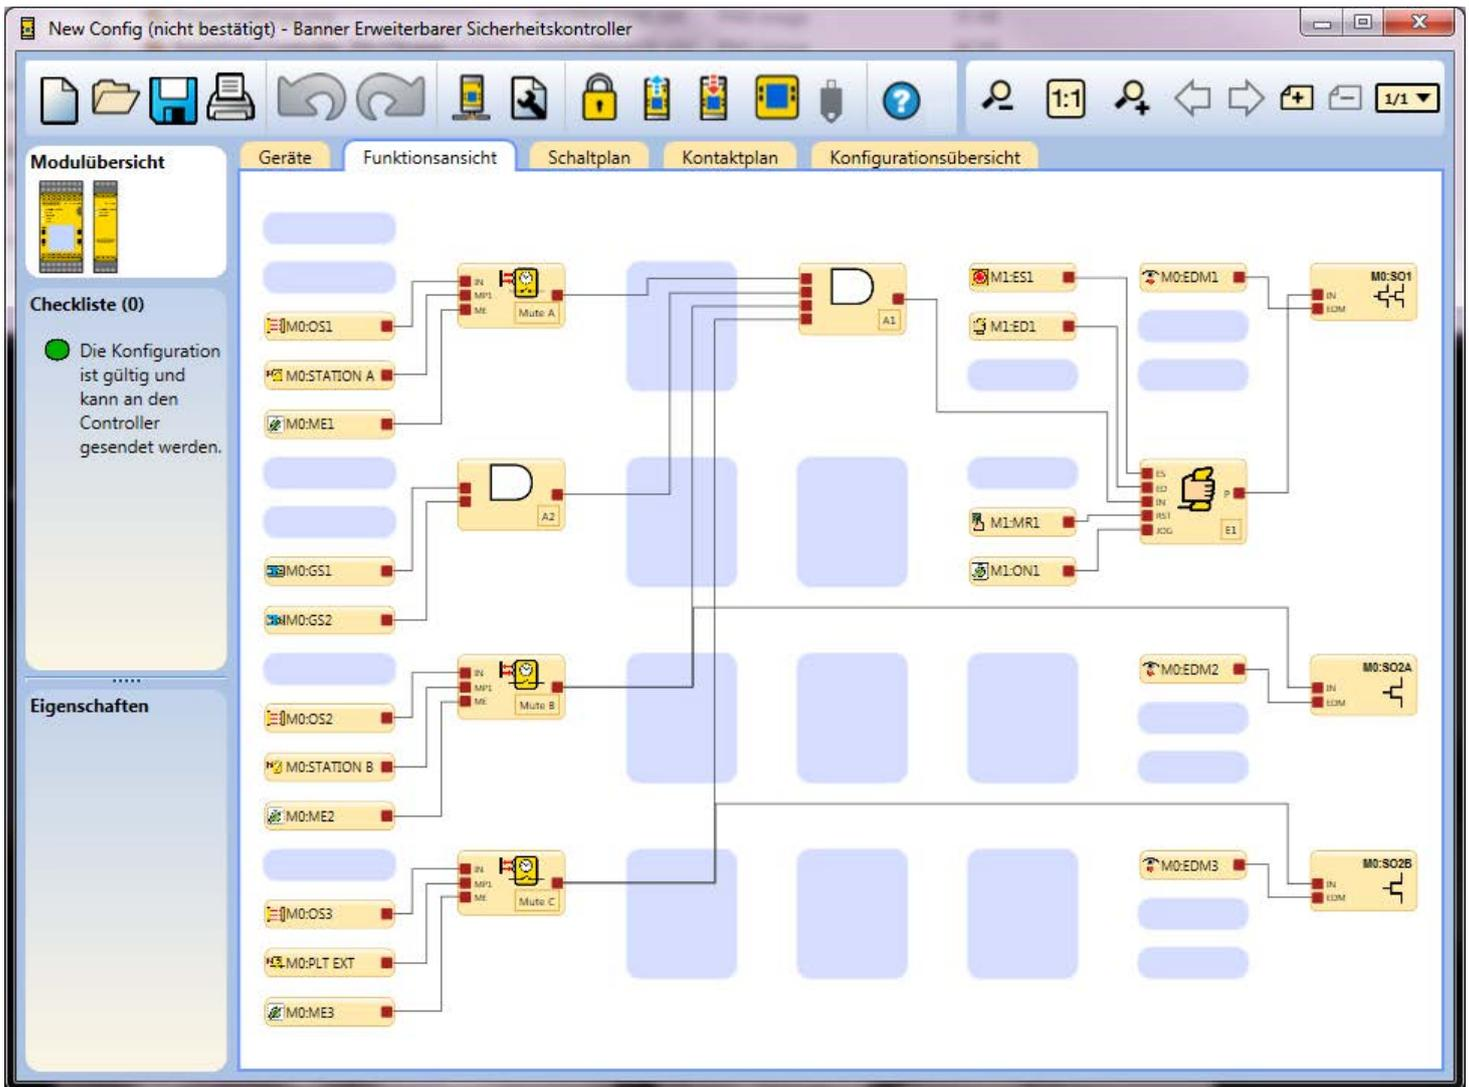

Abbildung 55. Beispielkonfiguration – Registerkarte *Funktionsansicht*
**Anmerkung:** An dieser Stelle können Sie die Blöcke auf der Registerkarte **Funktionsansicht** neu anordnen, um den Konfigurationsablauf zu optimieren (siehe Abbildung 55 auf Seite 79).